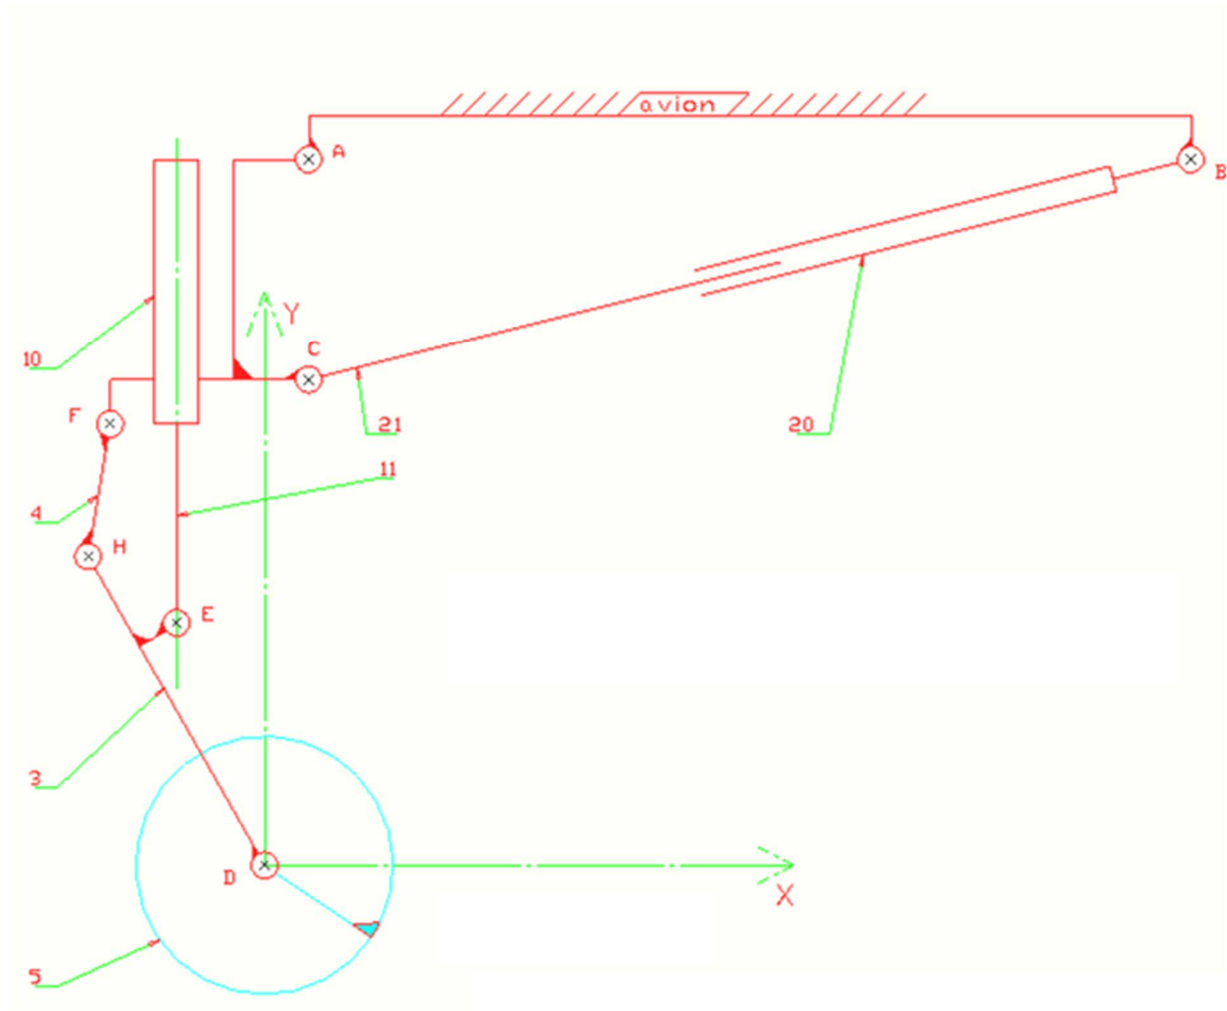

figure 4
Etude sur la figure 4 page 25 - **Echelle: 1 cm pour 0,2 cm/s**
On étudie le système pendant la phase de rentrée du vérin, à l'instant t. A cet instant, le mécanisme occupe la position tracée sur la figure 4. Pendant cette phase les pièces (10), (11), (3), (4) et (5) n'ont aucun mouvement relatif entre elles.